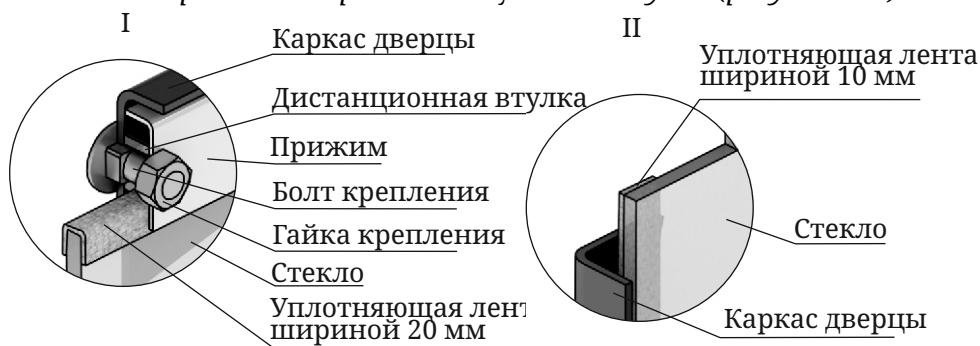

Рисунок 11. Крепление светорозрачного экрана дверцы модификации «Витра»
1. Открутите две гайки, фиксирующие прижим (рисунок 11.I), и демонтируйте его и дистанционные втулки.
(рисунок 11.I), лента
вдоль боковых сторон стекла (рисунок 11.II).
4. Вставить стекло в упор, при этом лента наклеенная с боковых сторон (вертикальная) должна быть зажата между стеклом и каркасом дверцы (рисунок 11.II).
**Внимание!** Гайки крепящие прижим накручиваются на болты крепления через дистанционные втулки (рисунок 11.I).